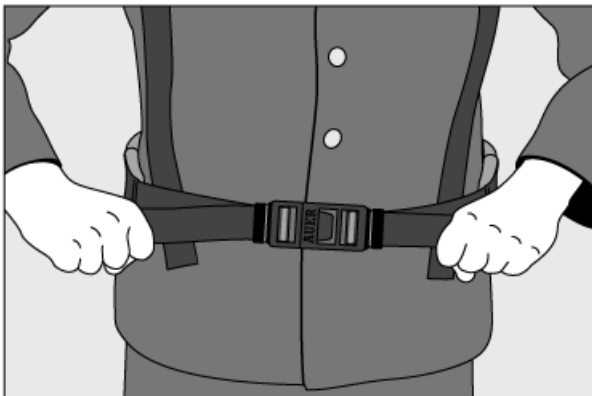

Bild 7
- Leibgurtenden mit beiden Händen fassen und bis zum festen Sitz anziehen (Bild 7). Gurthalter zum Fixieren der losen Enden nach links und rechts schieben.